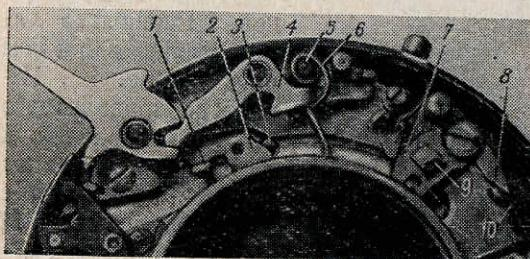

Рис. 54. Регулировка рычагов работы на «В»
**Нарушение работы затвора при установке на «В».** Неисправность происходит из-за нарушения взаимодействия рычагов 2 и 4 (рис. 54).
На штифте 5 (рис. 54) установлена спиральная пружина 6, верхний конец которой имеет крючкообразный загиб для упора кольца скоростей. Нижний, прямой конец укладывается на отгиб силового кольца. Пока делительное кольцо не упирается в крючкообразный конец пружины, она все время находится в свободном состоянии. При установке скорости на  $\frac{1}{250}$  сек кольцо скоростей упирается в крючкообразный конец пружины и устанавливает его так, что нижний ее конец упирается в отгиб силового рычага, чем и усиливается работа спускового механизма при выдержке в  $\frac{1}{250}$  сек. Пружина почти никогда не ломается, но при ее установке и установке силового кольца необходимо следить за правильным расположением нижнего конца пружины.